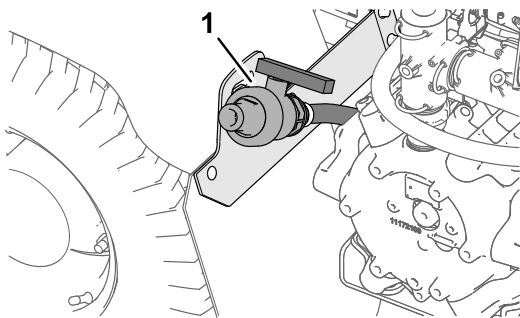

Bild 84
2. Ermitteln Sie das Behälterentleerungsventil am hinteren Kotflügel an der linken Seite der Maschine (Bild 84).